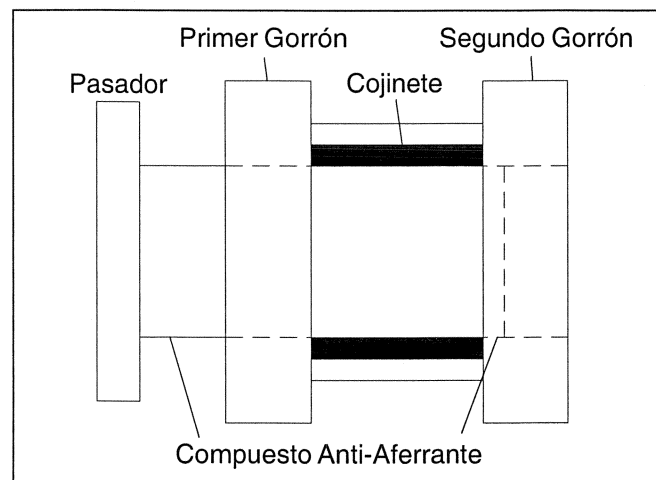

Figura 4.13 — Lubricación del Pasador con Cojinetes Auto-Lubricantes
Cuando instale un pasador en los cojinetes auto-lubricantes de fibra de vidrio, solo lubrique el área donde el pasador y el macho hacen contacto (ver Figura 4.13).
7. Lubrique el gorrón del pasador abierto y la cabeza del pasador con compuesto anti-aferrante (ver Figura 4.13).